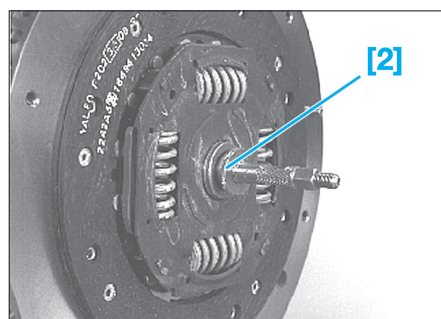

FIG. 12
- Poser le disque d'embrayage en respectant le sens de montage (Fig.12).